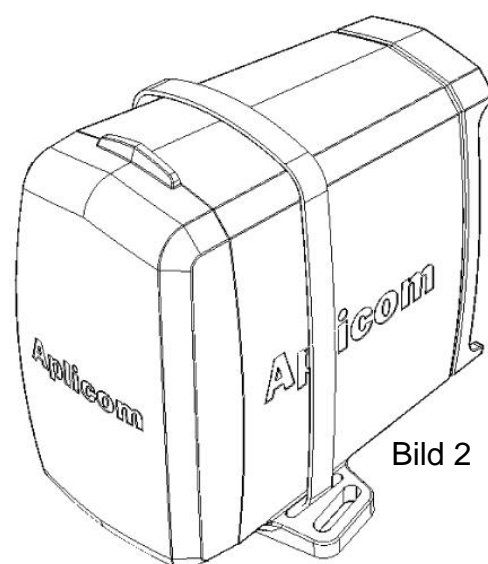

Bild 2
2. Mittels Kabelbinder, durch die inneren Befestigungsöffnungen (Bild 2)